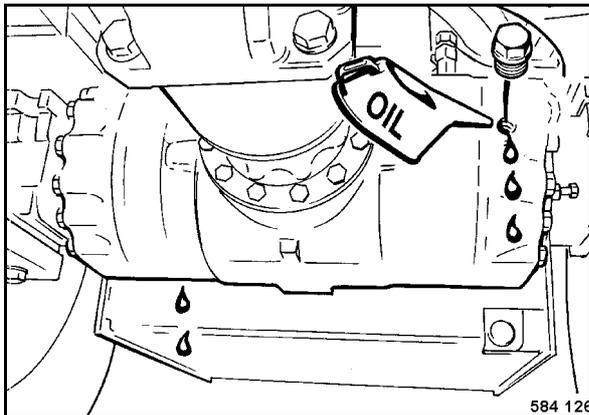

Рис. 132
- Выкрутить пробки для проведения контроля (Рис. 132) и проверить уровень масла.